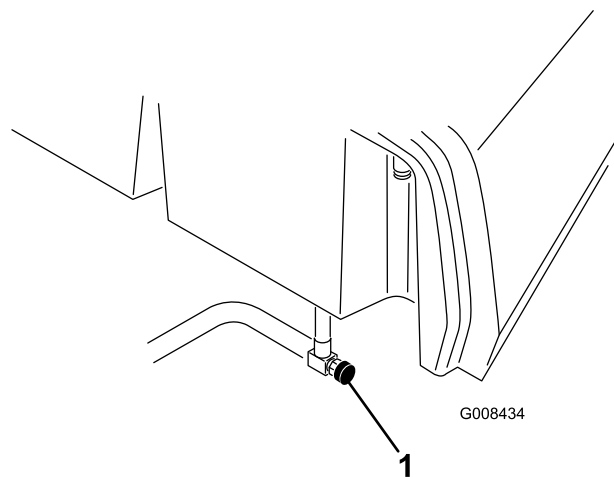

Bild 39
1. Schließen Sie den Kraftstoffhahn (Bild 39) unter dem Kraftstofftank.